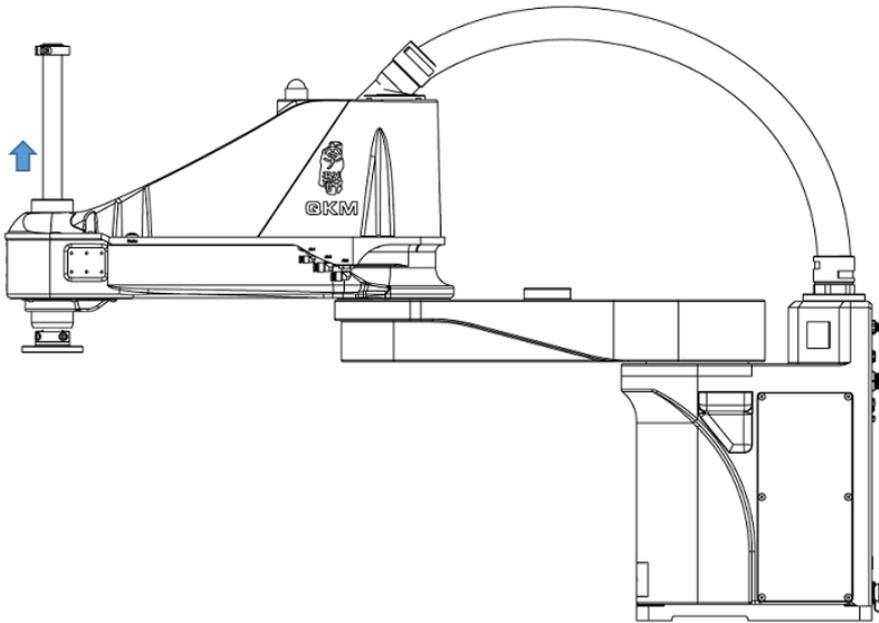

图 4-4 向上移动花键丝杆轴示意图
**步骤3** 先扶住丝杆末端再按住抱闸按钮，将花键丝杆轴向上推至顶端，如图 4-4 所示。